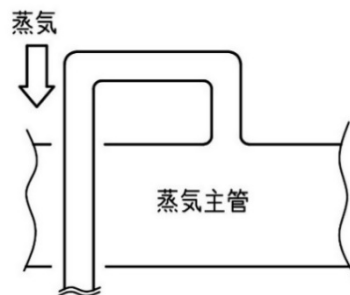

図 2
- 2) 蒸気配管を主管から枝取りする場合は、必ず上取りしてください。（図2）